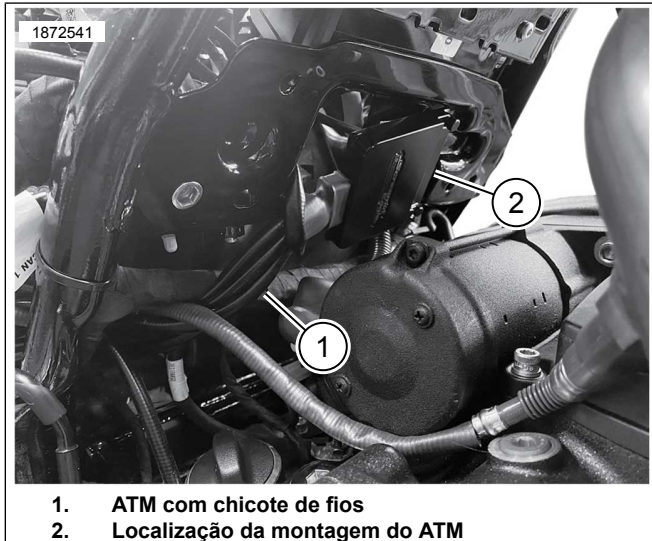

Figura 5. Localização da montagem do ATM
11. Consulte Figura 3 e Figura 5. Instale o ATM (1) na parede externa da área da bateria, atrás do cilindro traseiro com cabos apontando para o lado direito do veículo.
13. Veja Figura 5 . Instale o ATM.
- c. Remova o forro do suporte adesivo da fita de bloqueio duplo e instale o ATM (1) no exterior da área do compartimento da bateria, atrás do cilindro traseiro.
- a. Consulte Figura 4 e Figura 5. Para eliminar o excesso de folga do chicote de fios, direcione o sensor de oxigênio traseiro para a área de cobertura lateral ao longo do mesmo encaminhamento que outros conectores.